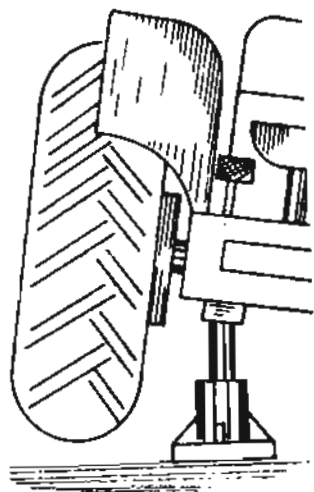

Fig. 1
- f Coloque un gato debajo del eje trasero y levante la rueda (fig. 1).